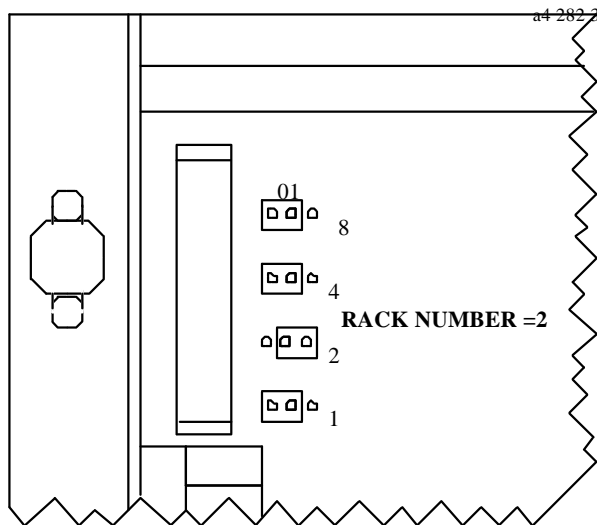

图1 机架号跳线 (机箱 2 选择)
- 用BERG跳线选择扩展机架ID（见图1）
当总线接收模板安装远程机架ID也必须选择。这是由位于电源下的BERG跳线来完成的见图1。更多的细节参见程序控制器安装手册第三章。